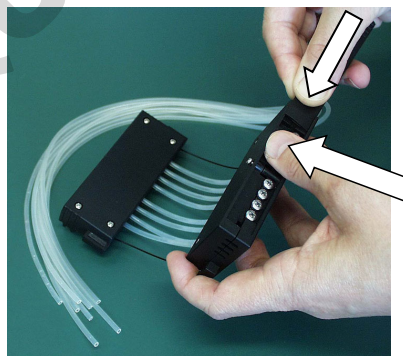

Figure 5-50. Insertion du cache sur les vis d'étalonnage
15. Insérez le cache de vis d'étalonnage facilement en levant ou tordant légèrement le cache supérieur (Figure 5-50).